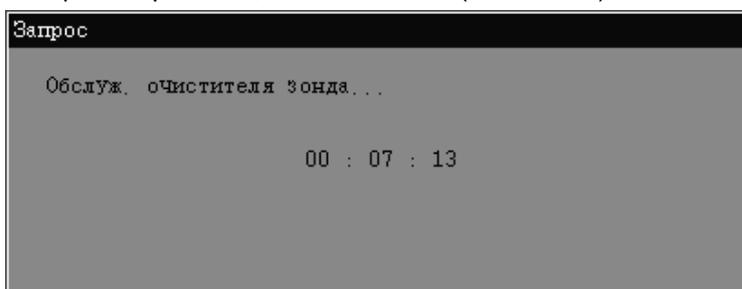

Рис. 10-21 Диалоговое окно
3. Следуйте инструкциям, приведенным в этом диалоговом окне. После нажатия клавиши АСПИРАЦИЯ откроется диалоговое окно (Рис. 10-21).